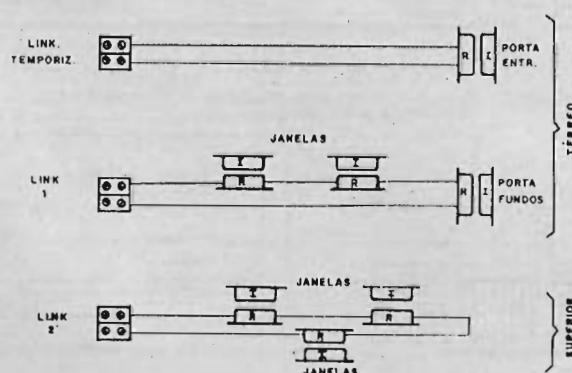

Fig. 8
A existência de 3 links independentes na MACARE não é um exagero, mas reforça a praticidade da instalação e utilização, conforme exemplo na fig. 8. Ao link temporizado (LT), normalmente apenas um ou dois sensores são acoplados, responsáveis pela porta de entrada principal do imóvel (e por onde, naturalmente, também saem as pessoas, sempre que deixam o local...). Aos links 1 e 2 podem ser acoplados, de forma independente, os elos sensores referentes às demais portas e janelas do andar tér-